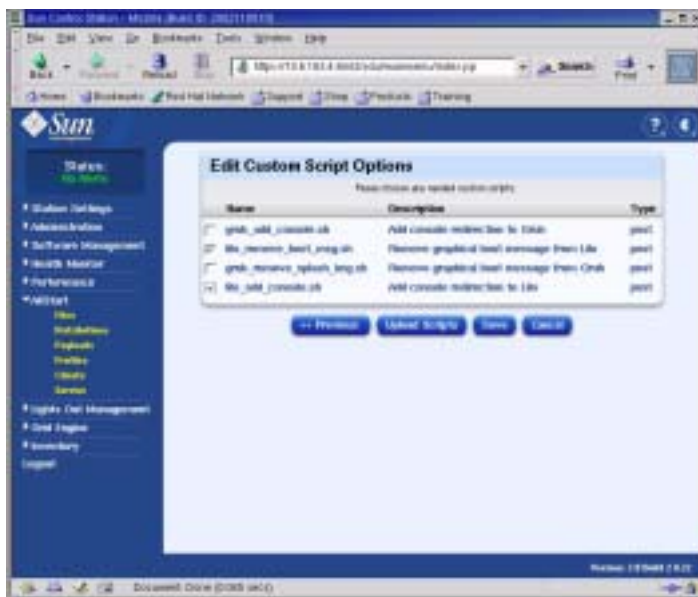

РИСУНОК 2-16 Окно редактирования параметров пользовательских сценариев (Edit Custom Script Options) (профили AllStart)
g. В окне редактирования параметров пользовательских сценариев (Edit Custom Script Options) убедитесь, что выбраны следующие обязательные параметры (см. пример на РИСУНОК 2-16). После окончания нажмите кнопку Save.